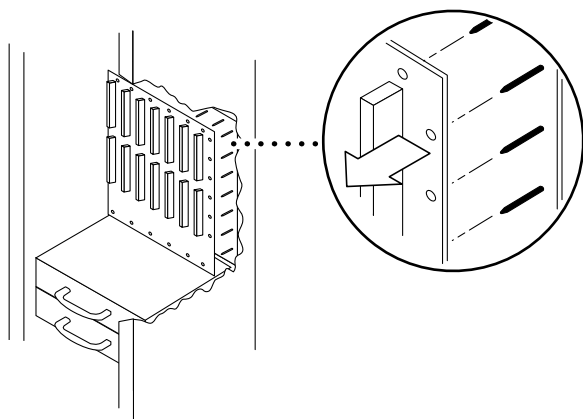

図 12-7 センタープレーンを手前に引くことによるガイドピンの取り外し — Sun Fire 6800 システム
11. センタープレーンを手前に引き、ガイドピンを外します (図 12-7)。